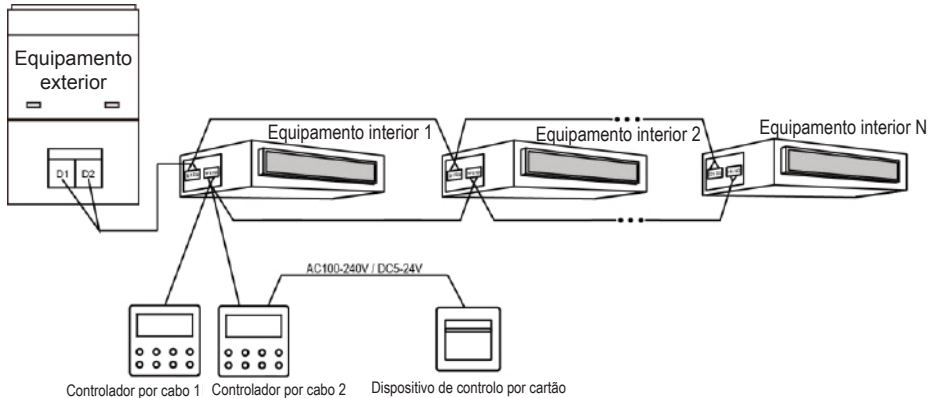

Figura 3.11 Método de ligação 2 entre o controlador por cabo e o controlo por cartão
- ① O controlador por cabo 2 na figura 3.11 pode ser configurado como controlador principal ou secundário;
- ② O controlador por cabo 1 na figura 3.11 pode ser o modelo XK49 ou outros modelos.